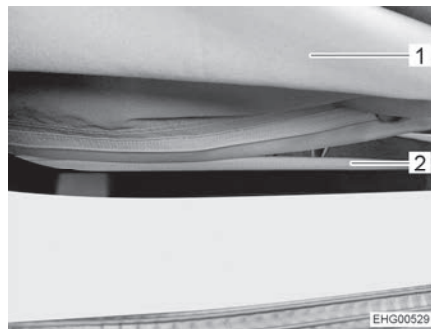

Bild 89 Reißverschluss
- Reißverschluss (Bild 89,2) an der Unterseite des Faltenbalgs (Bild 89,1) vollständig öffnen.